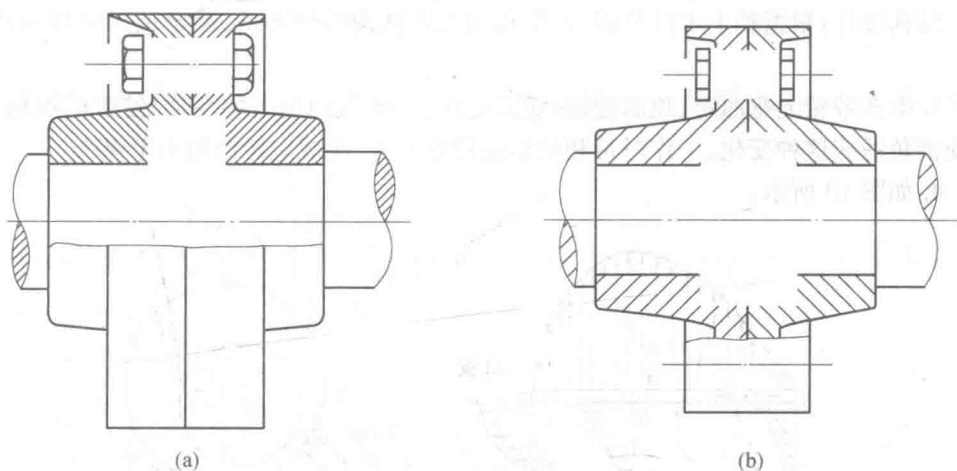

图 9
1. (6 分) 图 9(a)、(b) 分别为用两种螺栓连接形式将凸缘联轴器的两个半联轴器与两根轴的圆柱形轴端连接起来的部分结构,请将未画出的其余部分补全,成为完整的结构。